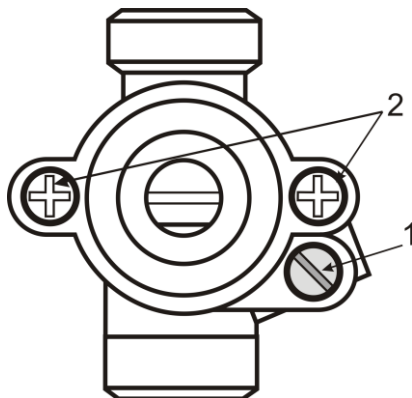

Рис.3. Кран горелки
- С помощью плоской отвертки и регулировочного винта 1 (рис.3) отрегулируйте подачу газа на горелку. При повороте регулировочного винта по ходу часовой стрелки подача газа на горелку уменьшается, при повороте против хода часовой стрелки – увеличивается.